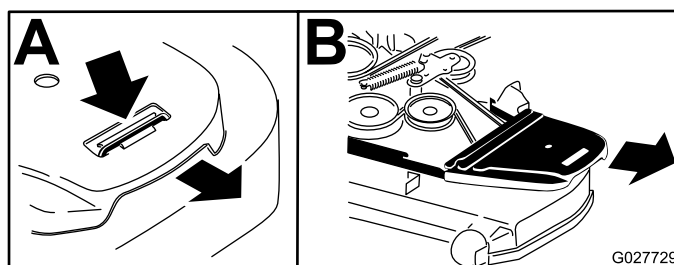

Bild 73
5. Entfernen Sie die Riemenabdeckung aus Kunststoff (Bild 73).
6. Entfernen Sie die Riemenabdeckungen (Bild 73).